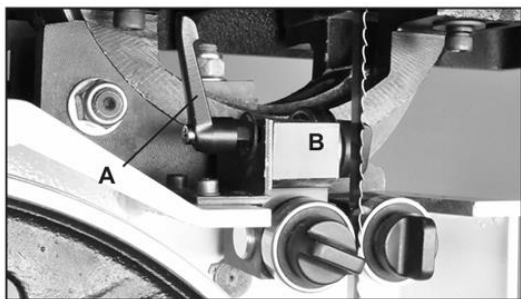

Рис. 26
2. Направляющие должны находиться примерно на расстоянии 1,6 мм (1/16 дюйма) от желобков пильного полотна. Если их необходимо передвинуть, ослабьте рукоятку рычага (№60A, рис. 26, A), расположенную слева от нижнего направляющего блока (№43A, Б), и переместите этот блок, удерживающий направляющие, так, чтобы направляющие были правильно расположены за пазами ножей. Когда закончите, снова затяните рукоятку рычага. а б